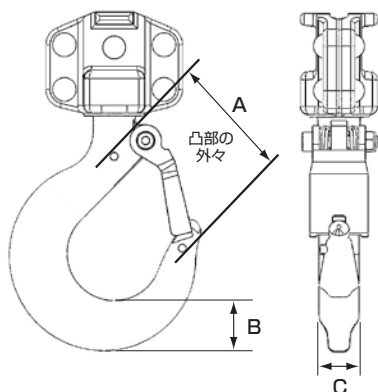

図21 フック寸法
(1)購入時に図21 A・B・C寸法を測定し、その実測値を表2の空欄に記録してください。参考基準値を元に限界寸法を決めることもできますが、鍛造品のため多少の寸法誤差が出ることをご了承ください。